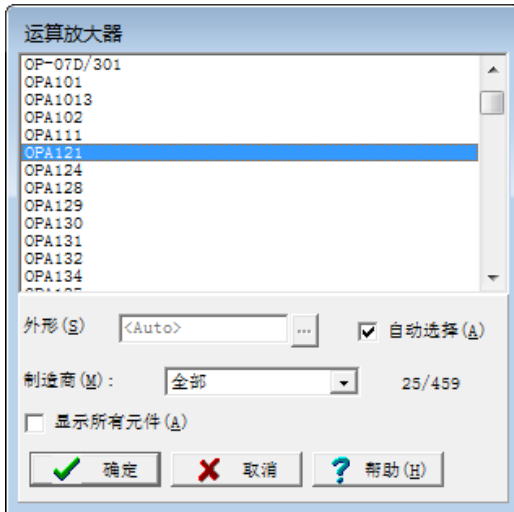

图 10 运算放大器型号对话框
① 执行【视图|选项】菜单命令，在弹出的编辑器选项对话框中的元件符号设置成欧洲，这样在电路图中所放置的元件符号较符合国标图形符号的要求。
② 从基本元件库中选取“地”、“电池”、“电阻”、“电压发生器”放置到电路图编辑窗口中；从制造商模型元件库中点击运算放大器元件组，弹出如图 10 所示的运算放大器型号对话框，选取“OPA121”放置到电路图编辑窗口中。也可以通过点击工具栏中的“查找”命令按钮，在如图 11 所示的查找元件对话框中输入“OPA121”后，点击【搜索】按钮，然后点击【插入】按钮，将“OPA121”放置到电路图编辑窗口中；从仪表元件库中选取“电压指针”放置到电路图编辑窗口中，用于定义仿真电压输出端。到此电路所有的元件放置完成。